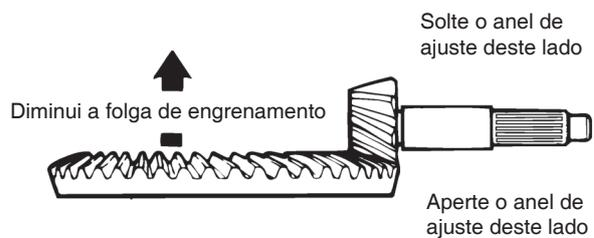

Figura 5.46
- Para diminuir a folga de engrenamento, mova a coroa hipoidal de encontro ao pinhão trativo. Figura 5.46.